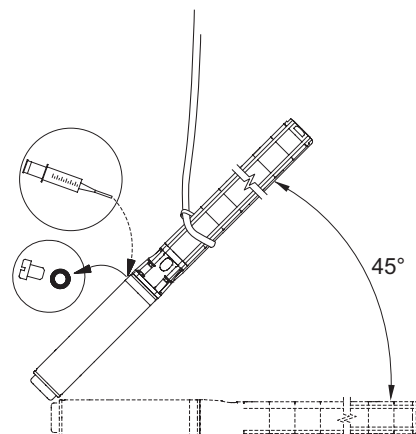

Fig. 3 Poziția pompei în timpul umplerii – MS 6000
- Dacă motorul se livrează din stoc, nivelul lichidului din motor trebuie verificat înainte de montarea motorului pe pompă, vezi fig. 3.
- În cazul operațiunilor de service nivelul lichidului trebuie verificat, vezi fig. 3.
1. Poziționați pompa vertical, cu motorul ca în fig. 3.
2. Injectați lichidul în motor cu ajutorul unei seringi de umplere, fig. 3, până când lichidul se scurge din motor pe lângă arborele motor.